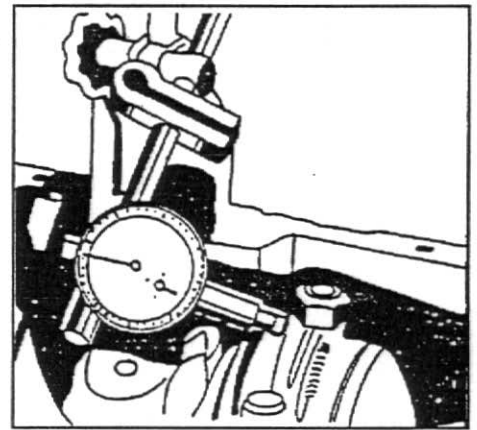

Fig. 20
9. Verifique a folga lateral entre a biela montada e o moente com relógio microcomparador: 0,216 - 0,368 mm ou 0,0085 - 0,0145 pol, fig.20.